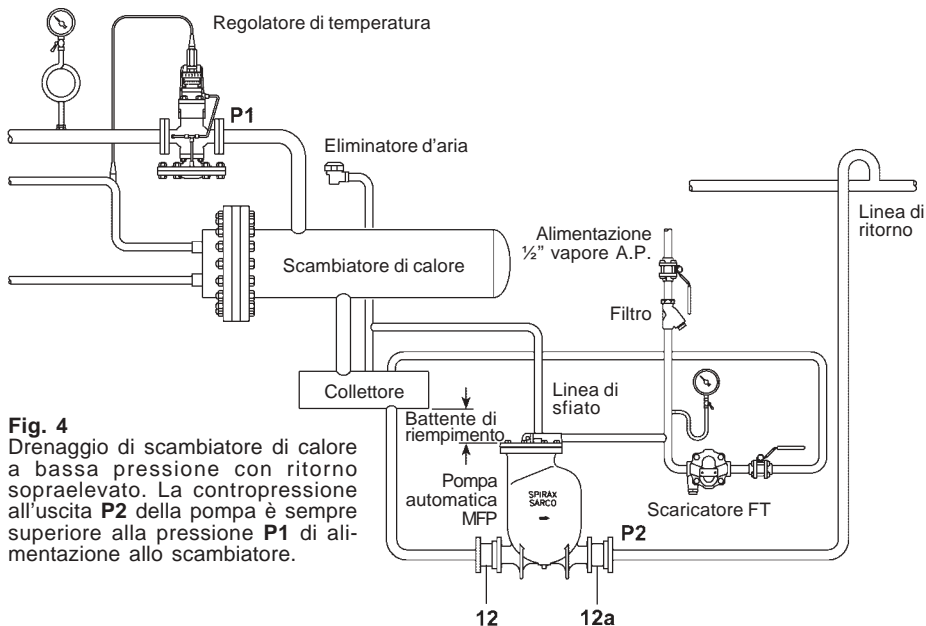

Fig. 4
1. Installare la pompa al di sotto dell'impianto da drenare con la connessione di sfiato sistemata verticalmente verso l'alto. La pompa deve essere installata con il raccomandato battente di riempimento (distanza verticale tra il coperchio della pompa e la parte inferiore del collettore) come indicato al paragrafo 3.2 ed alle fig. 4 e 5. Per valori diversi del battente di riempimento fare riferimento alla apposita specifica tecnica per il dimensionamento.
2. Per evitare l'allagamento dell'impianto durante la fase di scarico della pompa, deve essere installato un collettore orizzontale di raccolta condensa posto al di sopra della pompa come indicato dalla fig.4. Per un corretto dimensionamento del collettore o del volume di accumulo fare riferimento alle tabelle 1 e 2 al paragrafo 3.2. Tutti gli accessori montati sulla linea di adduzione devono essere a passaggio pieno.
3. Connettere le valvole di ritegno (12) e (12a) alla pompa assicurandosi che il flusso attraverso la valvola nella corretta direzione.